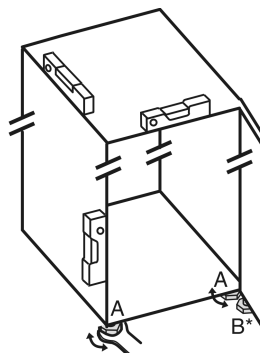

Fig. 4
- Vyskrutkujte nastaviteľné nohy Fig. 4 (A) priloženým vidlicovým kľúčom a pomocou vodováhy, kým zariadenie nebude pevne a stabilne vyrovnané.
► Vyskrutkujte nastaviteľnú nohu *Fig. 4 (B)* na ložiskovej konzole priloženým vidlicovým kľúčom, kým nebude dosadať na podlahu.
► Otočte nastaviteľnú nohu *Fig. 4 (B)* ďalej o 90°.